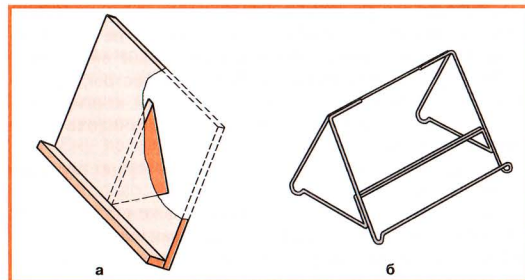

Рис. 101. Подставки для книг из древесины (а) и проволоки (б)
1. Внимательно рассмотрите рисунок 101, а, разработайте технологический процесс изготовления подставки для книг из древесины.
2. Внимательно рассмотрите рисунок 101, б, разработайте технологический процесс изготовления подставки для книг из проволоки.